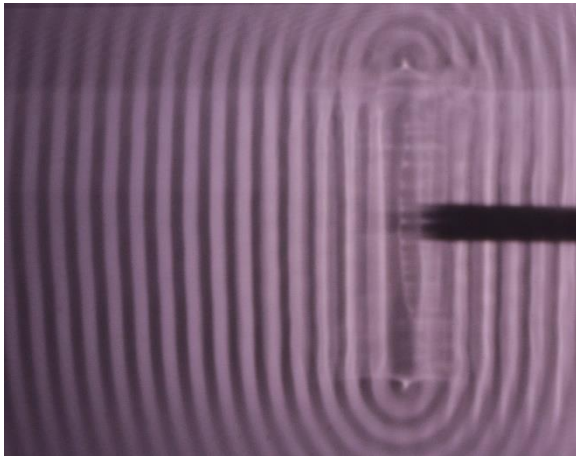

Fig. 1a: Erregung von ebenen Wellen
- Nacheinander die entsprechenden Wellenerreger bis zum Anschlag in den Arm stecken, mit Hilfe der Rändelschraube fixieren und so ebene Wellen, Kreiswellen oder interferierende Kreiswellen erzeugen (Fig. 1a – d). Die